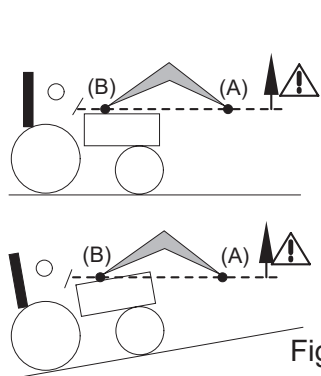
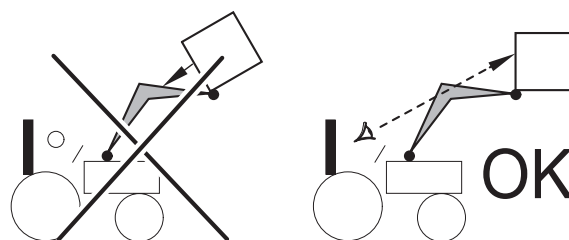

Fig. 2
Fig. 3
- При подъеме и перемещении груза необходимо следить за грузом с момента, когда шарнир навесного оборудования (А) пересек горизонтальную линию, проходящую через шарнир погрузчика (В) (рис. 2). При необходимости исправьте положение навесного оборудования так, чтобы груз не был направлен в сторону водителя (рис. 3).
**ОПАСНОСТЬ!** Если груз не зафиксирован должным образом, существует опасность падения груза, когда шарнир навесного оборудования (А) выходит за пределы горизонта шарнира погрузчика (В) (см. рис. 2).
**ОПАСНОСТЬ!** Запрещается углублять погрузчик, если шарнир навесного оборудования (А) выходит за пределы горизонта шарнира погрузчика (В) (см. рис. 2).